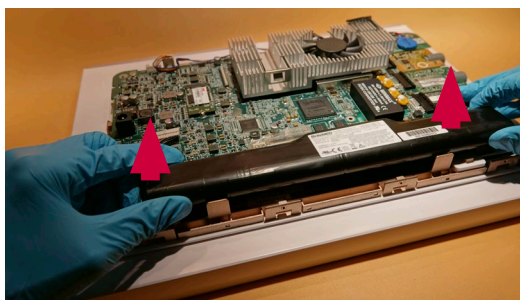

図14 バッテリーを取り外す
- a) バッテリーをディスプレイ装置のメインボードから取り外します(図14)